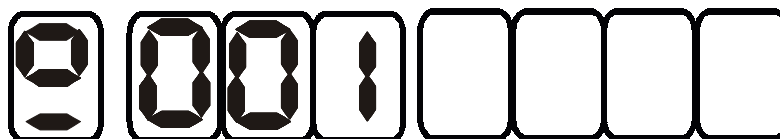

Рис. 22.
6.3.8. Режим задания номера ID прибора. Находясь в рабочем режиме, нажмите кнопку **“Режим”** семь раз. Прибор перейдет в **режим задания номера ID прибора**. На индикаторе отобразится надпись (Рис. 22):